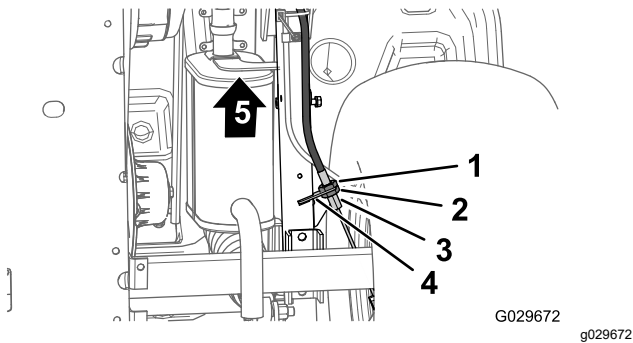

Figura 57
- En la parte inferior de la máquina, afloje 4 vueltas la contratuerca trasera del ajustador roscado del cable del freno de estacionamiento (Figura 57).
- Apriete la contratuerca delantera (Figura 57).
- Afloje 1 vuelta la contratuerca delantera (Figura 57) del ajustador roscado del cable del freno de estacionamiento.
- Apriete la contratuerca trasera (Figura 57).
- Afloje 1 vuelta la contratuerca trasera (Figura 57) del ajustador roscado del cable del freno de estacionamiento.